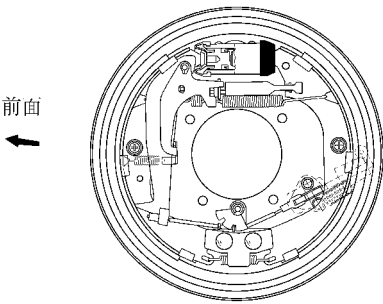

图 15-113 检查调整螺栓的转动情况
1) 如图 15-113 所示，向后拉并放开调整钢索，检查调整螺栓的转动情况。